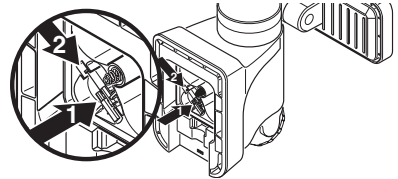

Figura 5
- Presione hacia abajo con suavidad sobre el arnés de cables como lo muestra la flecha 1 (vea la Figura 5).
- Inserte el conector principal en el conector hembra como lo muestra la flecha 2 (vea la Figura 5).